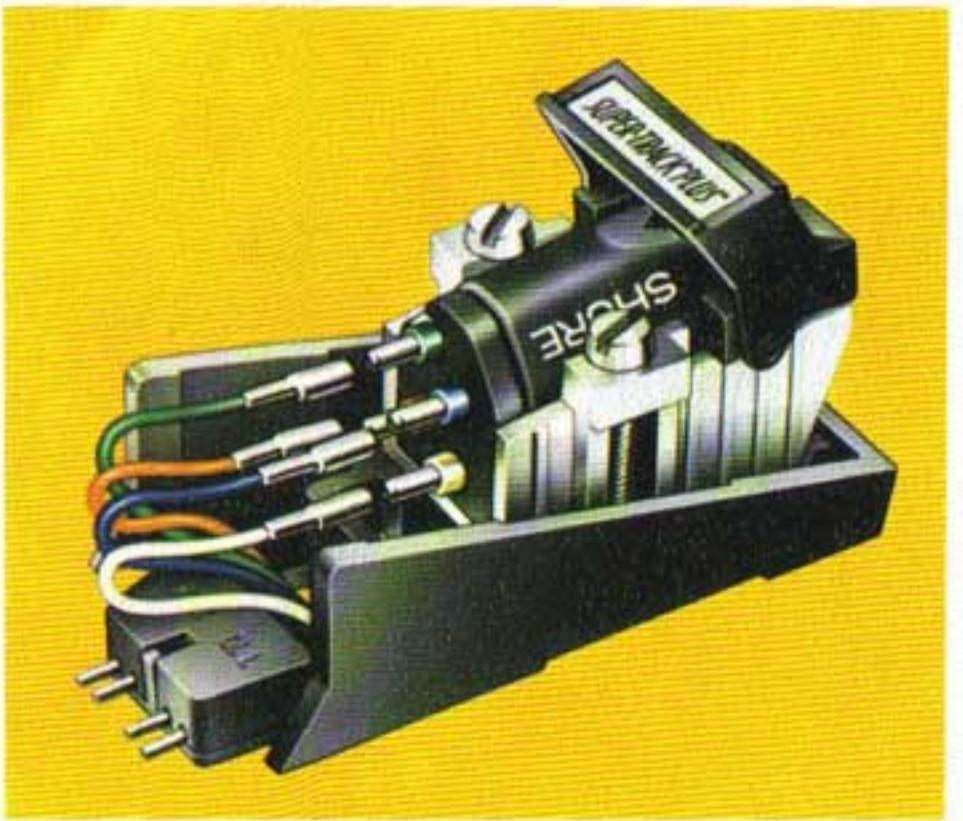

Fig. 16
3. Die Anschlüsse am Systemträger und Tonabnehmersystem sind gekennzeichnet (Fig. 16). Verbinden Sie die Anschlußlitzen des Systemträgers mit den entsprechenden und gleich gekennzeichneten Anschlußstiften des Tonabnehmersystems.
3. The connection inputs on the cartridge holder and on the cartridge are color coded (Fig. 16). Connect the leads of the cartridge holder to the correspondingly coded connection pins of the cartridge.
3. Les connexions sur le porte-cellule et la cellule sont repérées (fig. 16). Reliez les cordons du porte-cellule aux broches de la cellule portant le même repère.
3. De aansluitingen aan de houder zijn gekleurd (fig. 16). De kleurencode komt overeen met de aanwijzingen op het element. Sluit ze achtereenvolgens aan.